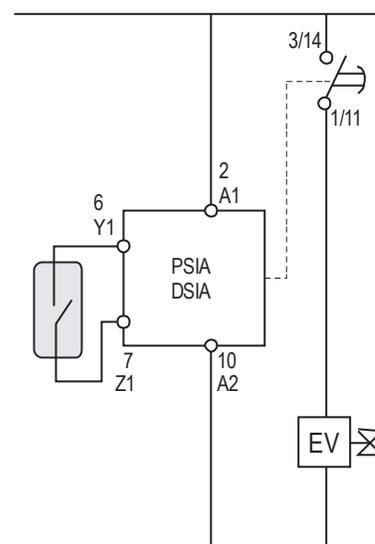

Figura 5
- La distancia de conexión/desconexión de un contacto reed se estima entre 5 y 10 mm. Esto significa que el simple movimiento del líquido durante la maniobra de llenado o vaciado puede ocasionar la repetida activación y desactivación del dispositivo de control con el consecuente desgaste tanto del contacto reed como de dichos dispositivos. Como prevención puede usarse un temporizador (PSIA/DSIA) para retardar la acción sobre el dispositivo de control hasta que el sensor proporcione una señal mantenida por el nivel del líquido (figura 5).
- Un único interruptor magnético provisto de un solo contacto que actúa sobre un temporizador (PSIA/DSIA) y realiza la maniobra por diferencia de tiempo (figura 5).